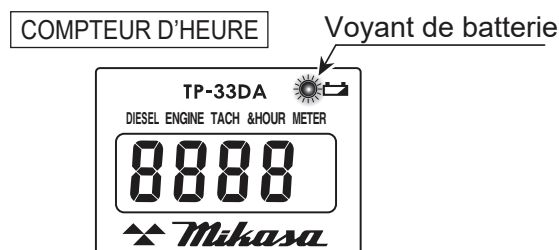

Figure 29. Vérification de la batterie
1. Vérifiez le voyant indicateur de la batterie sur l'horo/tachymètre (Figure 29).